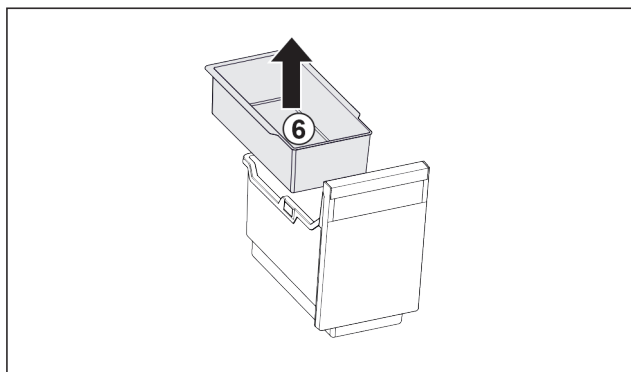

Fig. 192
- ▶ Izvadite ovjesnu posudu Fig. 192 (6).